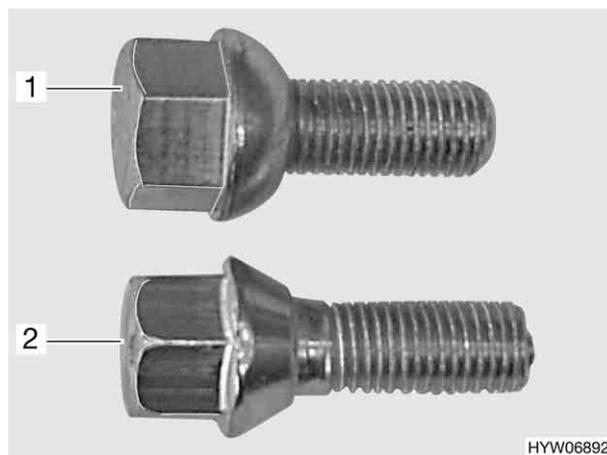

Bild 204 Radschrauben
- ▶ Für Alufelgen und Stahlfelgen sind unterschiedliche Radschrauben erforderlich. Wenn Alufelgen montiert sind, dann sind für das Ersatzrad (Stahlfelge) passende Radschrauben beigelegt (siehe auch Bild 204).